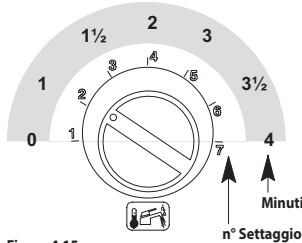

Figura 4.15
Per visualizzare il settaggio impostato tenere premuto il pulsante di ripristino 4 in Figura 3.1 per circa 5 secondi. Le spie di segnalazione 1 in Figura 3.1 lampeggeranno un numero di volte pari al settaggio (Figura 4.15).
- Per cambiare il settaggio ruotare la manopola regolazione temperatura sanitari 2 in Figura 3.1 e posizionarla sul tempo prescelto Figura 4.15 (nella figura es. manopola settata per postcircolazione di un minuto), la lampada di segnalazione blocco 5 in Figura 3.1 lampeggia velocemente.